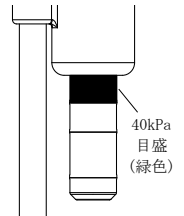

図4
5. 手動ポンプの先端部と後端部を持ち、繰り返し伸縮させることで空気を加圧バッグに送気し、図4のように圧力ゲージの40kPaの目盛(緑色)が見えるまで加圧する。